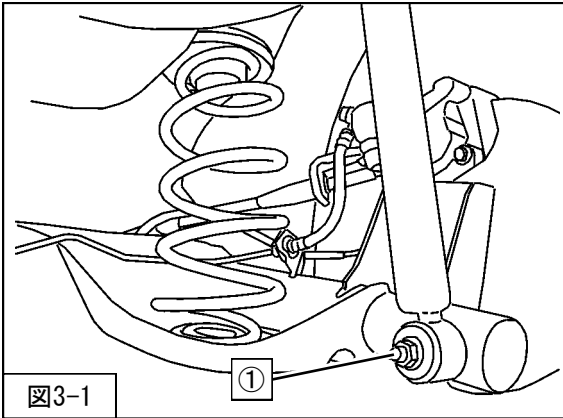

図3-1
2. アクスルビームをジャッキで下から支えながら、①リアショックアブソーバASSYロア取付ボルトを取外してください。（図3-1）